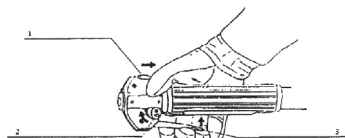

Fig. 7
- Glisați comutatorul ON / OFF din poziția STOP. Motorul nu va porni dacă întrerupătorul de pornire/oprire este în poziția STOP (Fig. 7).
- Apăsăți maneta de eliberare și deplasați maneta de accelerație medie în direcția săgeții (Fig. 7).
- Slăbiți maneta de decelerație; aceasta va bloca poziția manetei de accelerație medii. Acum puteți porni motorul (Fig. 7).